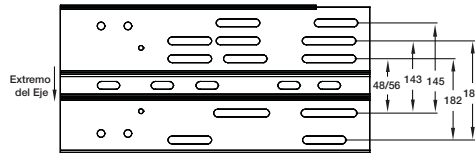

Figura 7 — Posiciones de Montaje del Motor según el Tamaño del Bastidor del Motor
1. Fije el motor a la placa con la ayuda de las piezas metálicas que se proporcionan. Los orificios se alinearán cuando el bastidor del motor (extremo del eje) esté a nivel con el borde de la placa del motor. Las piezas para el montaje del motor se incluyen en el kit de piezas adosado al marco del impulsor. Consulte la Figura 7 para conocer la posición de montaje según el tamaño del bastidor del motor. Consulte la página 6 para conocer el contenido del juego.